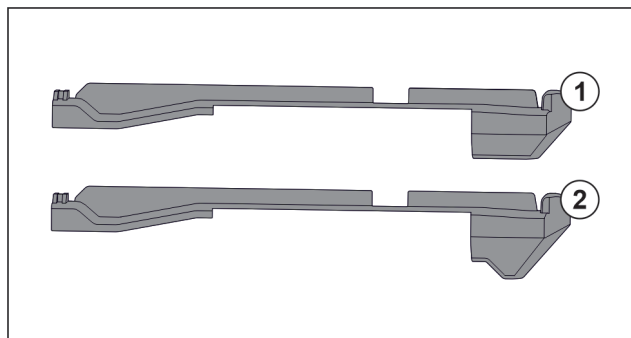

Fig. 74 Сравнение вставных частей
В устройстве находятся две разные вставные части. Вставная часть над самым нижним выдвижным ящиком Fig. 74 (2) имеет треугольную кромку. Все прочие вставные части Fig. 74 (1) имеют прямую кромку.
- ▶ Установите вставную часть Fig. 74 (2) с треугольной кромкой над самым нижним выдвижным ящиком.
- ▶ Установите вставную часть Fig. 74 (1) с прямой кромкой на все прочие места.